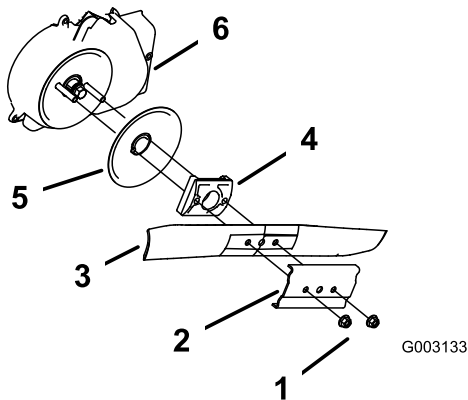

Figure 35
3. Retirez les 2 écrous de la lame et le renfort (Figure 35).
4. Déposez la lame (Figure 35).
5. Déposez le dispositif d'entraînement de la lame et le disque (Figure 35).
6. Déposez la protection de l'embrayage du frein de lame (Figure 35).
10. Reposez la lame et le renfort déposés précédemment (Figure 35).